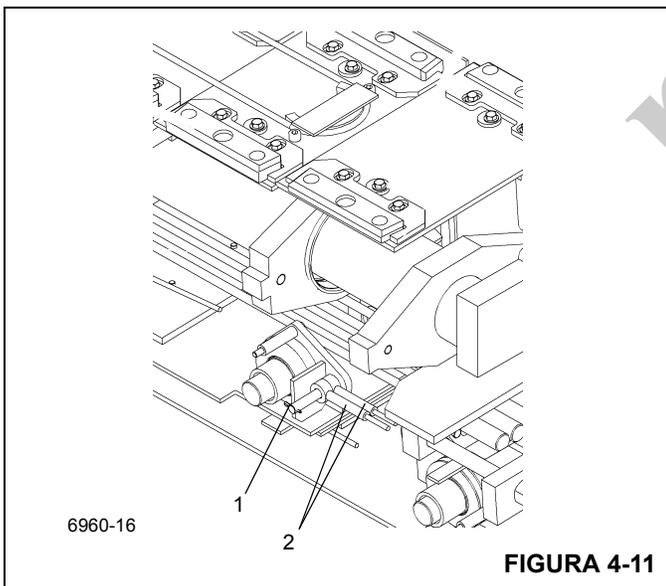

FIGURA 4-11
13. Remova os contrapinos e os pinos (1) que fixam os cabos de retração (2) na parte traseira da seção intermediária externa (Figura 4-11).